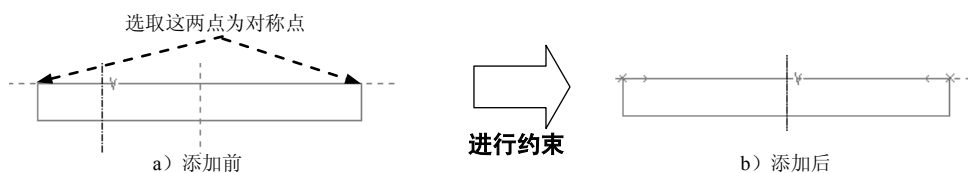

图 5.2.53 添加对称约束
b) 将垂直中心线进行对称约束。单击工具栏中按钮；在“约束”对话框中单击按钮, 然后分别选取图 5.2.53 中的垂直中心线和两个点, 就能将垂直中心线对称到截面草图。